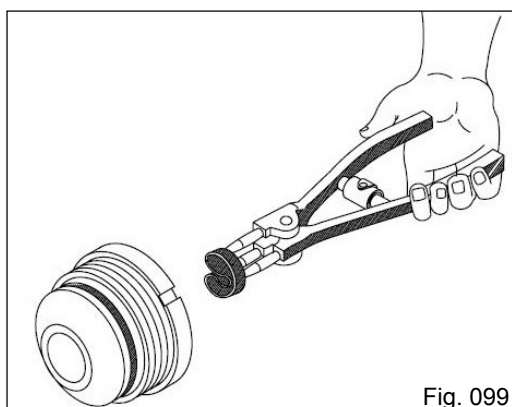

Fig. 099
b) Introduza a gaxeta na furação do guia da haste até a altura do alojamento e solte a gaxeta acomodando-a no lugar (Fig. 099);